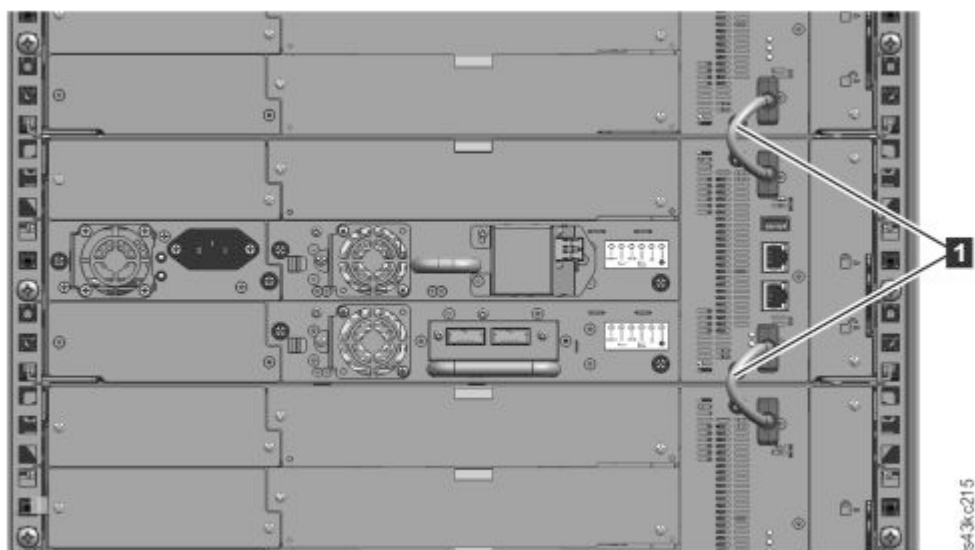

Figura 48. Módulos conectados
5. En la parte posterior de la biblioteca, conecte los módulos de cada par en su módulo adyacente utilizando los cables de interconexión de expansión (**1**) como se muestra en Figura 48 en la página 49.